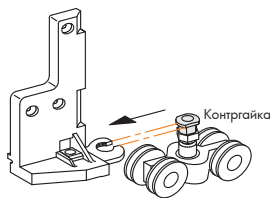

Рис.2 Расположите контргайку в правильном положении и заведите в опорную пластину угловой опоры
Тележку TS (12) заведите в опорную пластину угловой опоры (11,20). Расположите контргайку в правильном положении, см. рис. 2.